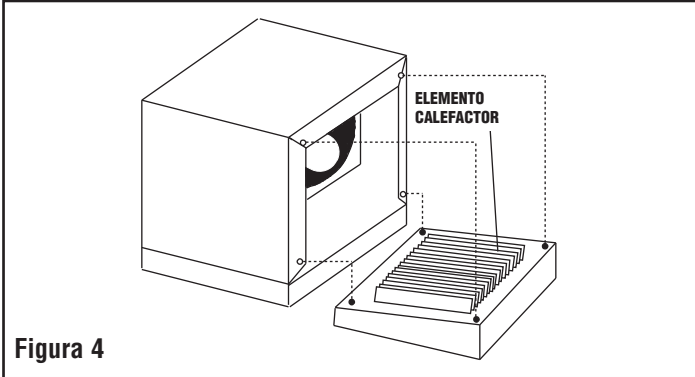

Figura 4
**Calentadores de 5 kw y 7.5 kw :** Puede alcanzarse el elemento calefactor retirando el bisel con la persiana, en la sección frontal del calentador. Afloje, pero sin quitar, los 4 tornillos de cabeza hundida localizados en la parte posterior de las persianas. (Figura 4) Agarre el bisel por ambos lados, levántelo y jale, desenganchando el bisel. Después de dar servicio a la unidad, invierta este procedimiento para reemplazar el bisel.